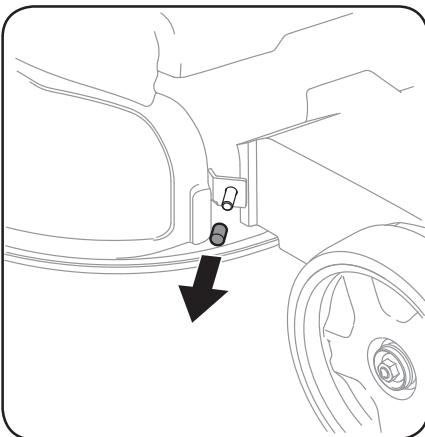

Figura 2-9
1. Extraiga la tapa de vinilo del pasador roscado de la plataforma que está delante de la abertura de descarga. Vea la Figura 2-9.